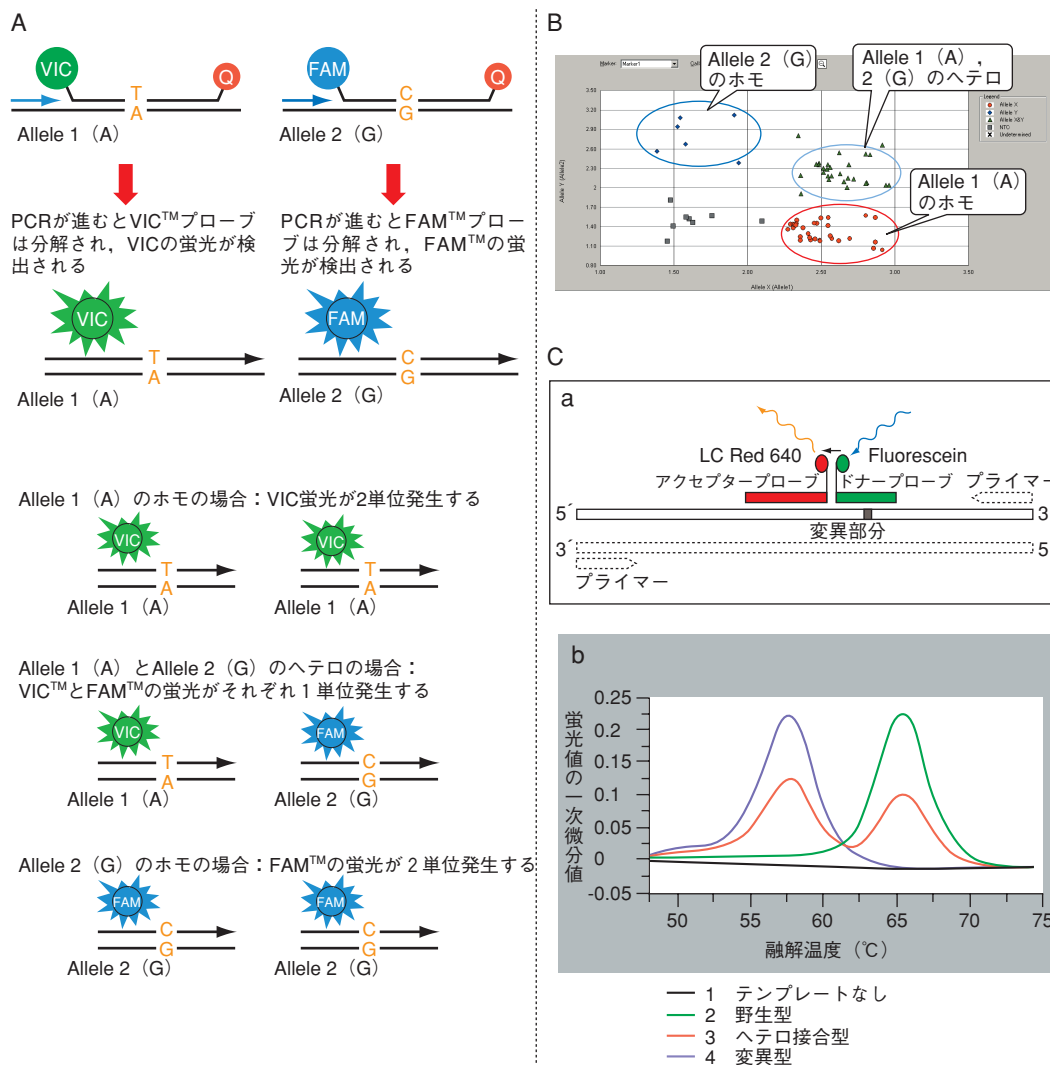

図3●リアルタイムPCRを用いたSNPタイピングの原理
ヒトゲノムにはさまざまな変異が存在する。この遺伝子多型の中で1塩基多型（single nucleotide polymorphism：SNP）は、時に疾患の発生、進行を左右することがあり、SNPタイピングによる解析が行われている。SNPは、塩基配列の測定をせずに容易にリアルタイムPCRで判定できるので、その原理を簡単に紹介する。測定は、①アレル1、アレル2にそれぞれ異なる配列のTaqMan®プローブを使用する方法（図3-A）と、②変異がある部分を挟んだプライマーでハイブリッドプローブを用いてPCRを行い、その融解温度の違いにより解析する方法（図3-B）などがある。